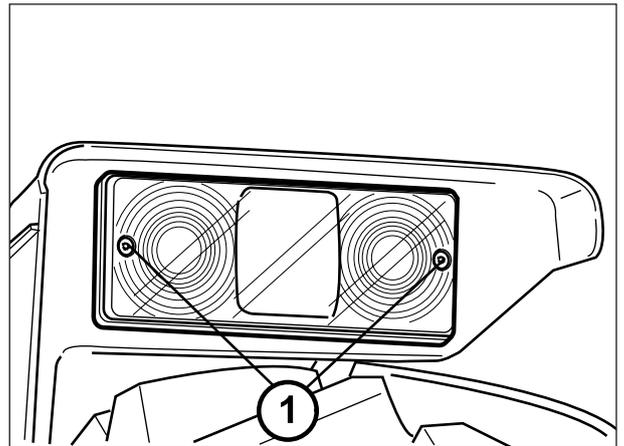

Fig. 130
Sustitución luces de posición y luces intermitentes traseras (Fig. 130 - 131)
- 1 - Desenroscar los tornillos (1) Fig. 130 y quitar el cristal.